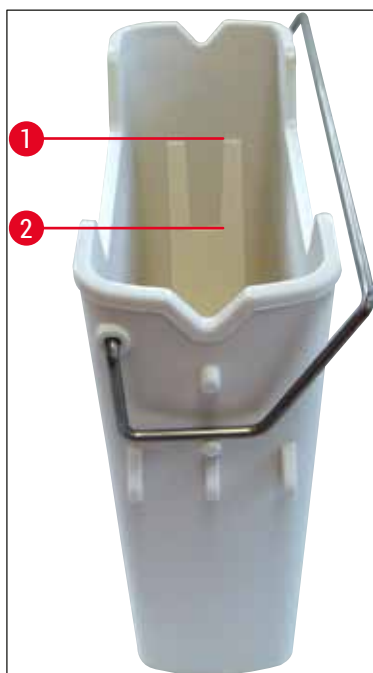

Fig. 17
- » Verifique se a alça do recipiente de reagente está conectada corretamente ao recipiente de reagente. Se não estiver, fixe a alça de acordo com a (→ Fig. 17).